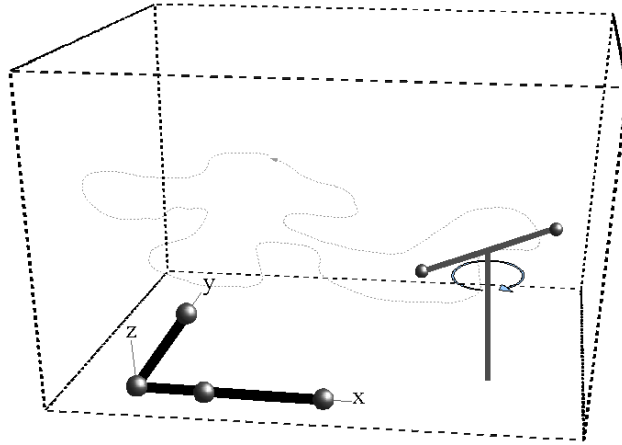

Figure 4.14: Room calibration process
这里, (1)校准棒的运动需要适中, 幅度不要过大这经常造成空间校准失败, (2)移动幅度过小, 校准会被接受, 但结果不精确。并请避免快速激烈的移动(见图4.14)。